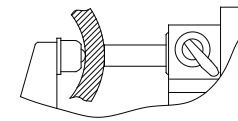

fig.4
- Installare l'incudine sferica sull'incudine, il micrometro può misurare lo spessore del tubo (fig. 4).